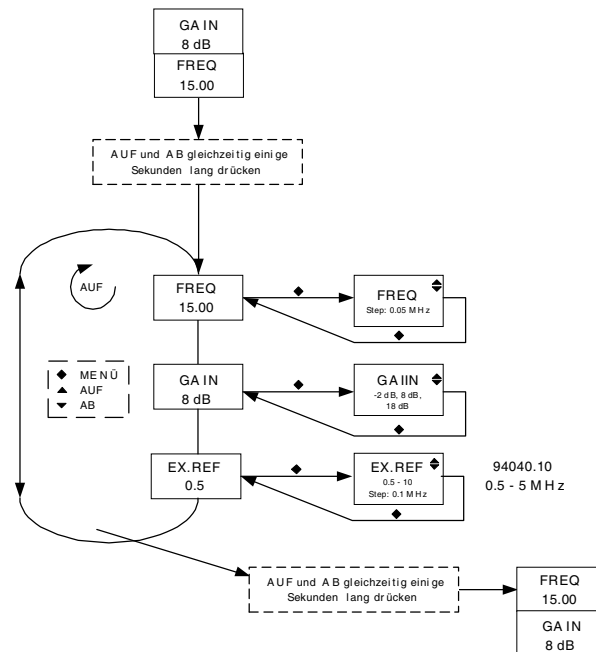

Abb. 6 Menüstruktur
2. Der Umsetzer befindet sich jetzt im Menüpunkt **FREQ**, wie in Abb. 6 gezeigt.
Die Menüstruktur ist aus Abb. 6 zu ersehen.